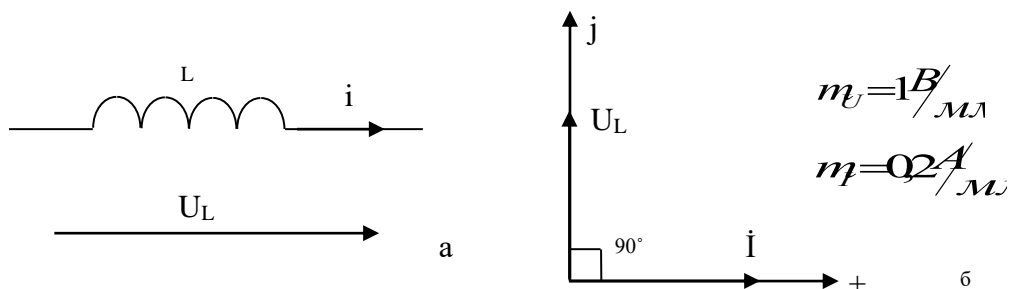

Рисунок 3 – Условное графическое обозначение индуктивного элемента (а) и векторная диаграмма тока и напряжения на индуктивном элементе (б)
На индуктивном элементе напряжение (U_L) всегда опережает по фазе ток (I) на 90° (рисунок 3,б).